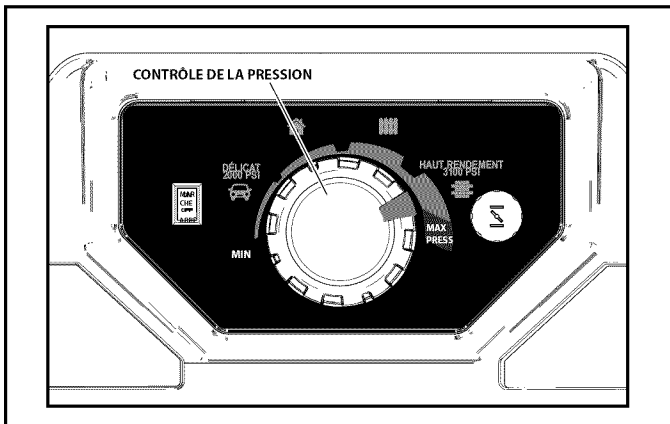

Figure 5-3. Jauge de pression
2. Faites tourner le bouton de contrôle de la pression jusqu'à la position indiquée sur l'autocollant « Démarrer » (« Start ») (article no 2) (Figure 5-3).